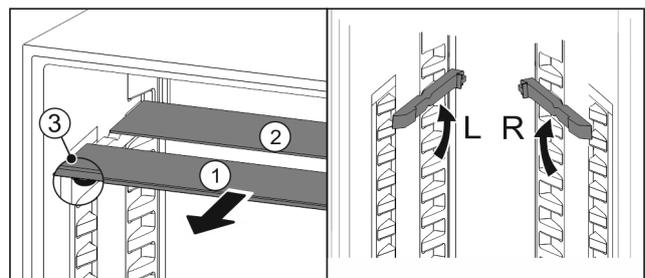

Fig. 81
- ▶ Retire las placas de cristal individualmente hacia delante Fig. 81 (1).
- ▶ La placa de vidrio Fig. 81 (1) con moldura está situada delante.
- ▶ Los topes Fig. 81 (3) miran hacia abajo.